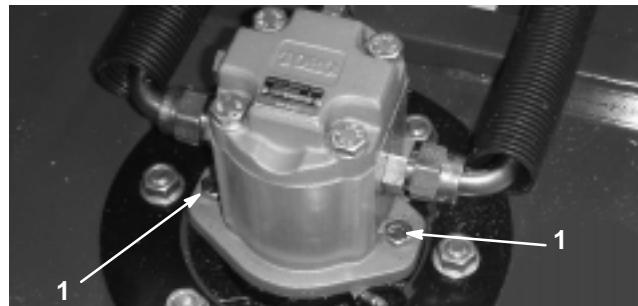

Bild 9
2. Klemmen Sie den Hydraulikmotor vom Mähwerk ab (Bild 9) und nehmen Sie ihn ab. Decken Sie die Spindeloberseite ab, um einer Verunreinigung vorzubeugen.
4. Montieren Sie den Hydraulikmotor am Mähwerk (Bild 9). Stellen Sie sicher, dass sich der O-Ring unbeschädigt in seiner Position befindet.